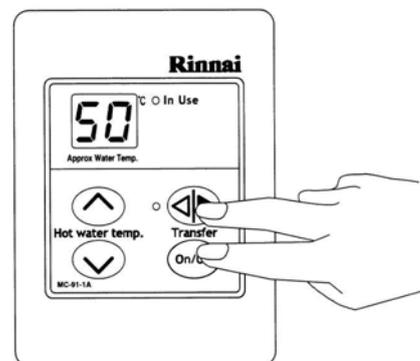

Fig. 1
**PASO 1:** Sobre el comando remoto Master pulse y mantenga pulsados a la vez los botones Transfer y ON/OFF (fig.1) hasta que se oiga un pitido.